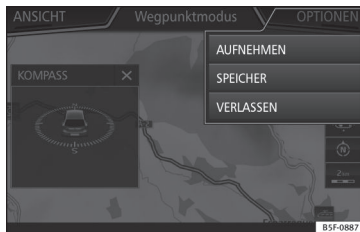

Abb. 212 Start Menü Offroad Navigation
- Es öffnet sich das Navigationsmenü Offroad »» **Abb. 212**.